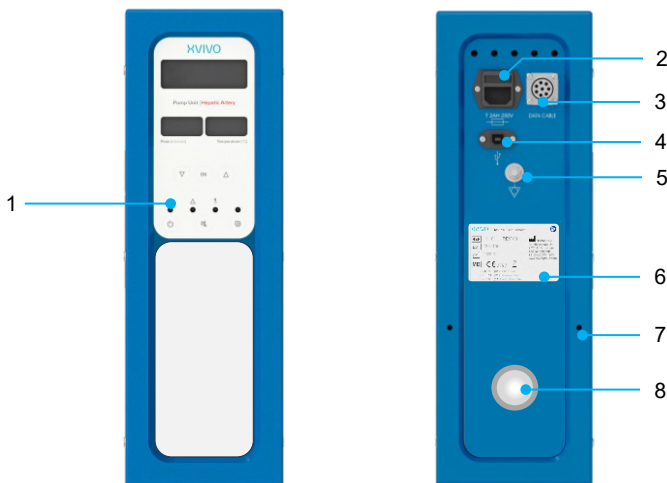
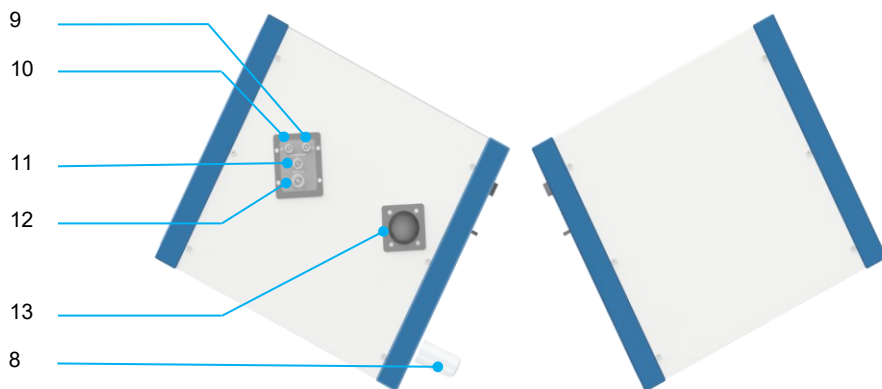

Abbildung 2 Vorder- und Rückansicht der Pumpeneinheiten
Abbildung 3 Rechte und linke Seitenansicht der Pumpeneinheiten
Das Liver Assist-System enthält zwei separate Pumpeneinheiten (Abbildung 2 und Abbildung 3): Eine Pumpeneinheit für die Perfusion der Pfortader (PV) und die andere für die Perfusion der Leberarterie (HA). Die Pfortaderpumpe (Abbildung 1, rechte Einheit) arbeitet im Dauerbetrieb mit einem Druck, der je nach gewählter Einstellung zwischen 0 und 16 mmHg variieren kann. Die Arterienpumpe (Abbildung 1, linke Einheit) arbeitet dagegen im pulsierenden Modus mit 60 bpm, um den physiologischen Blutfluss nachzuahmen, mit einem Druck, der je nach gewählter Einstellung zwischen 0 und 90 mmHg variieren kann.